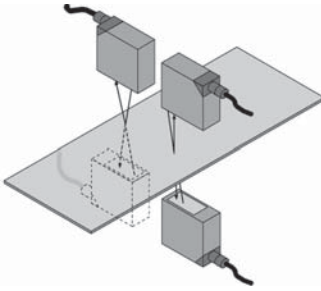

Рис. 15. Измерение толщины листового материала
*Изготовление листового материала* (см. рис. 15). Листовой материал очень широко используется в самых различных отраслях, в том числе и в автомобильной. Датчики расстояния серии OD max используются для обнаружения дефектов и контроля толщины практически любого материала. Еще ряд приложения включают тестирование и контроль операции шпаклевки и покраски.